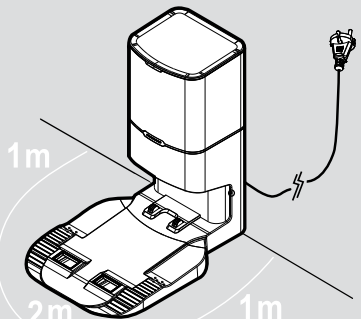

Fig. 2
1. Collegare la base di ricarica con svuotamento. **[Fig. 2]**
4. Non depositare oggetti intorno alla base di ricarica con svuotamento, lasciare liberi 2 m davanti e 1 m per ogni lato della base stessa. **[Fig. 2]**